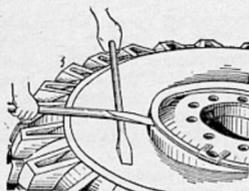

Рис. 60. Осаживание борта шины колеса 254Г-508
4. Монтаж верхнего борта шины на обод начинайте со стороны, диаметрально противоположной вентиляльному пазу. Плоский конец длинной монтажной лопатки вставьте в замочную канавку обода, а короткую лопатку положите на борт шины перпендикулярно первой лопатке (рис. 60). Прилагая усилие к первой лопатке, осадите борт шины вниз за посадочную полку обода. Повторяйте эту операцию, передвигаясь по периметру колеса.